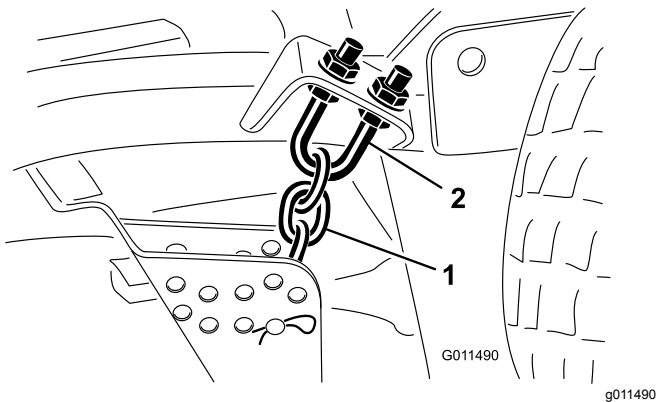

Bild 120
1. Lockern Sie die Klemmmuttern an der Ober- oder Unterseite des U-Bügels an der Schnitthöhenkette (**Bild 120**).